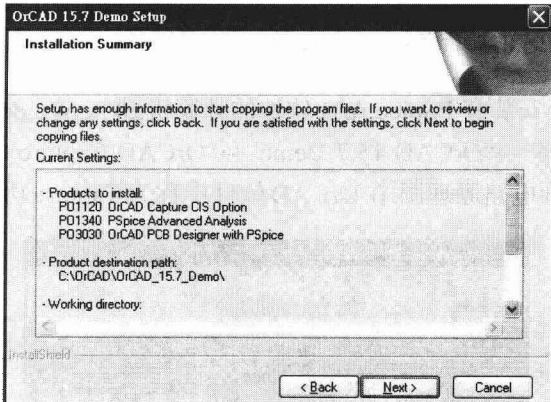

图 1.7 “Installation Summary”对话框
⑤ 单击“Next>”键,出现“Installation Summary”对话框,如图 1.7 所示。